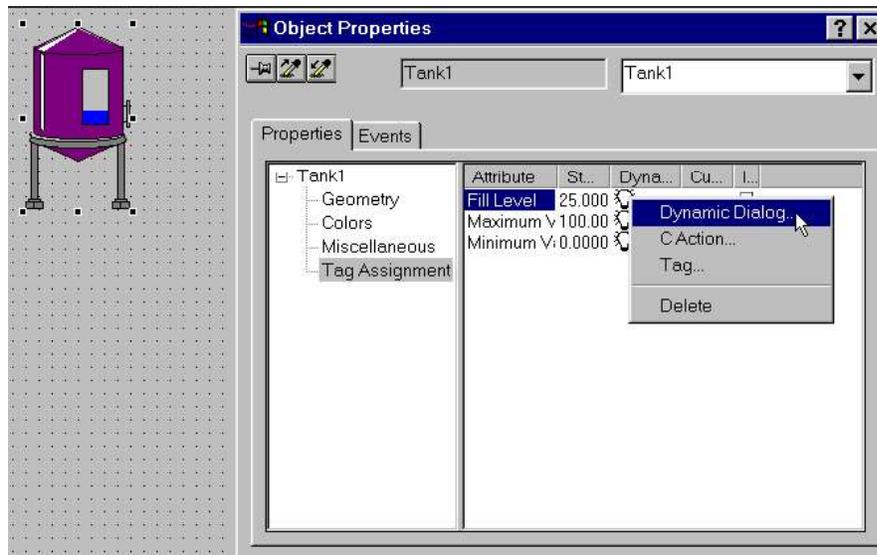

Imagen 4.24
- Evolución del nivel de un depósito (Ver Imagen 4.24)